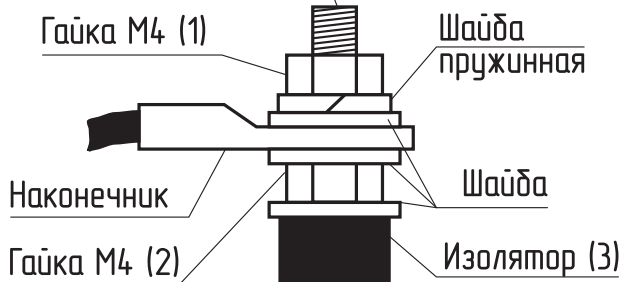

Рис.12 Присоединение проводов к выводам блок ТЭН
- Подключить фазные провода к выводам блок ТЭН согласно **Рис.12**;
- При замене блок ТЭН присоединение фазных проводов к выводам блок ТЭН производить согласно **Рис.12**. Сечение кабеля указано в **таблице 1 и 2**;
- Провод нейтраль «N» подключить на перемычку блока ТЭН (**Рис.12**).